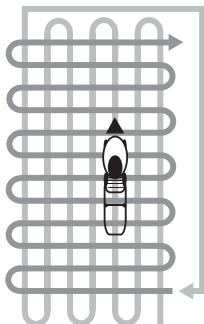

Рис. 11 Схема кошения высокой и/или загущенной травы
- При кошении в тяжелых условиях (п.3,4) рекомендуется проводить повторный покос с меньшей высотой кошения (Рис. 11).